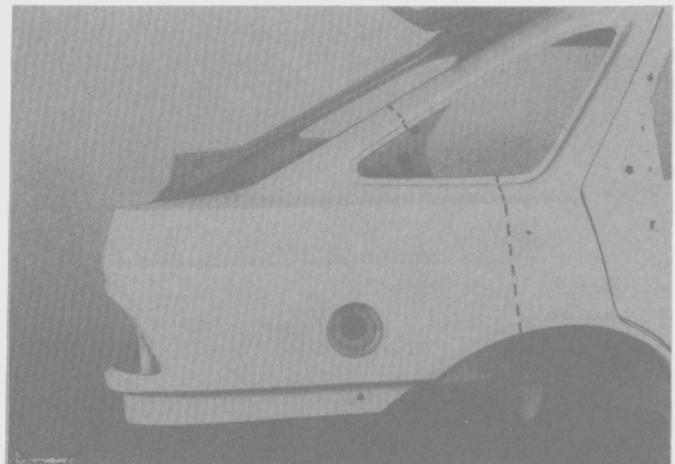

Fig. 220
- Marcar el panel lateral, según el daño (Fig. 220).